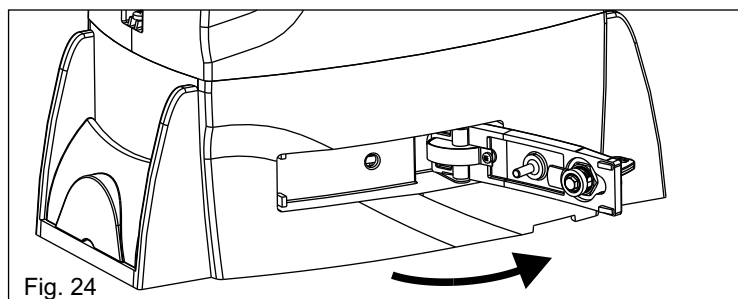

Fig. 24
- Tirer le levier de déverrouillage jusqu'à la battue, 90° environ (Fig.24).